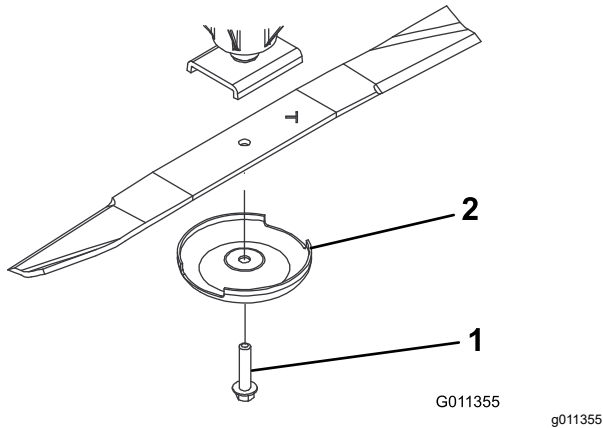

Bild 124
3. Entfernen Sie die Messerschraube, die Antiskalpierkuppe und das Messer von der Spindelwelle (Bild 124).